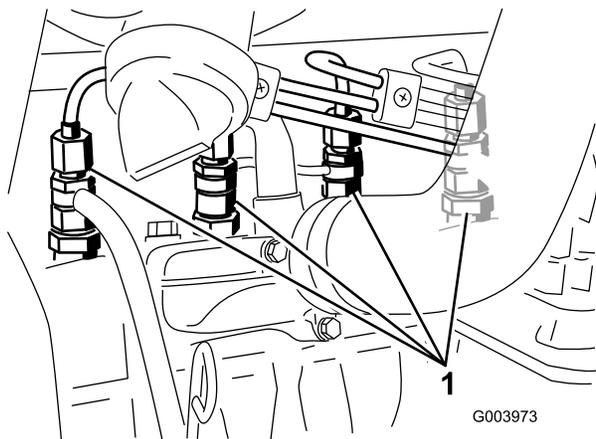

Figura 65
1. Liberte a tubagem que se encontra ligada ao injector nº 1 e à estrutura de suporte da bomba de injeção (Figura 65).